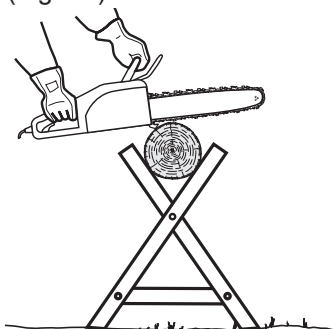

Fig. 36
5. Apoiar pequenos troncos numa bancada de serração ou outro tronco enquanto se encurva (Fig. 36).